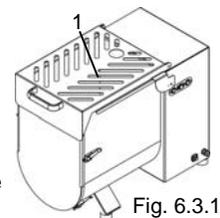

Fig. 6.3.1
- Relever la grille supérieure "1" Fig. 6.3.1.